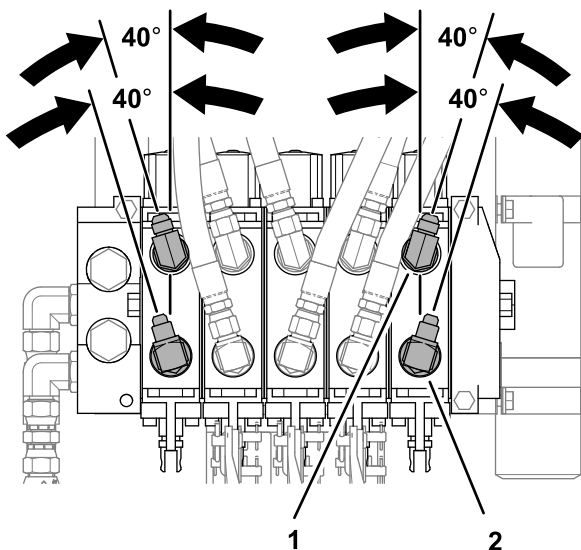

Figure 6
5. Alignez les raccords à 90° comme montré à la Figure 6, et serrez les écrous de blocage.